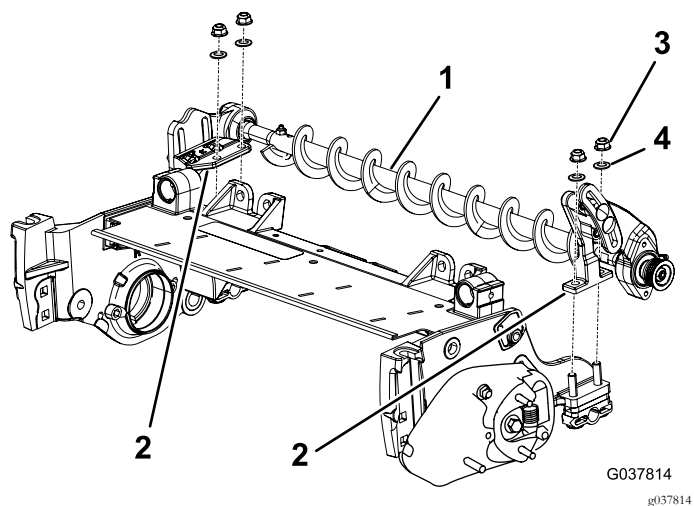

図 5
- ローラブラシアセンブリ取り付けブラケットを、ローラブラケットボルトにセットする 図 5。